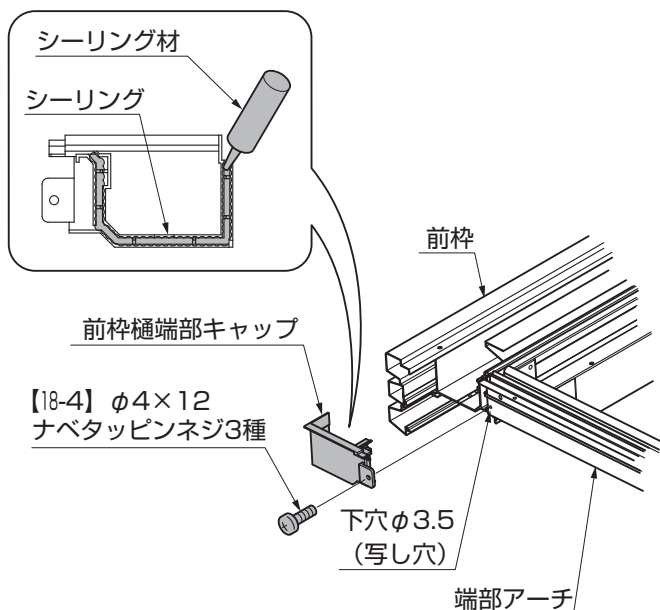

図5-10 前枠樋端部キャップの取付け
- ①前枠樋端部キャップにシーリングをしてください。(図5-10参照)
- ②端部アーチにφ3.5の写し穴をあけて、前枠樋端部キャップを【18-4】で取付けてください。(図5-10参照)